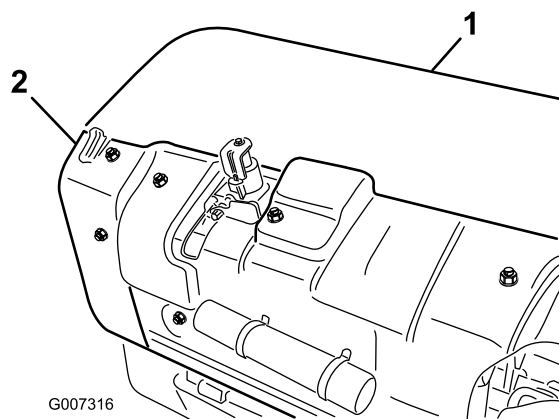

Рисунок 34
- А. Снимите заднюю крышку аэраторного вала (Рисунок 34).
- В. Отверните болты крепления щитка шкива и снимите щиток (Рисунок 34).